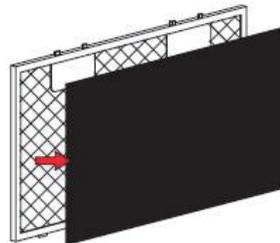

Abb. 2
3. Siehe Bild 2, setzen Sie den neuen Kohlefilter auf den Fettfilter.